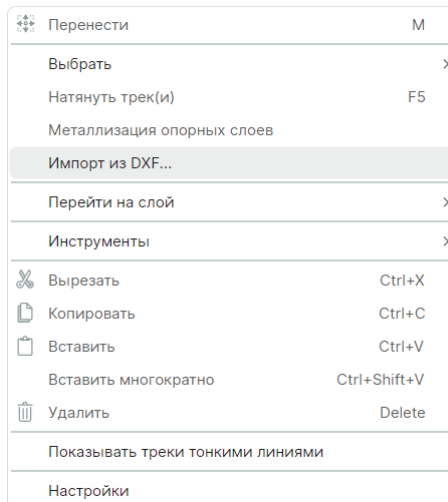

Рис. 4 Вызов импорта из контекстного меню
3. Воспользуйтесь пунктом «Импорт из DXF...» в контекстном меню, см. Рис. 4.